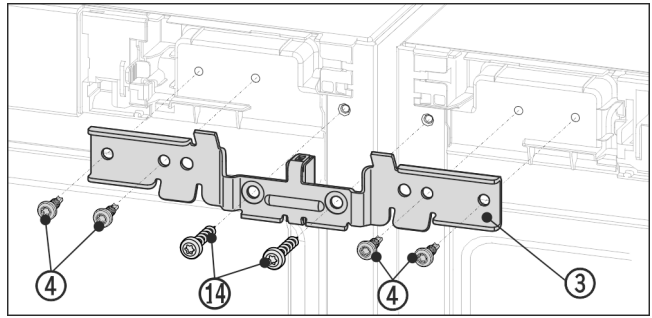

Fig. 13 Esimerkkikuva
- Työnnä kulma Fig. 13 (3) ja välikappale laitteiden väliin ja tappeihin. Ruuvaa kulma löysästi paikoilleen neljällä ruuvilla Fig. 13 (4) ja aikaisemmin irrotetuilla maadoitusruuveilla Fig. 13 (14) vuorotellen oikealta ja vasemmalta.